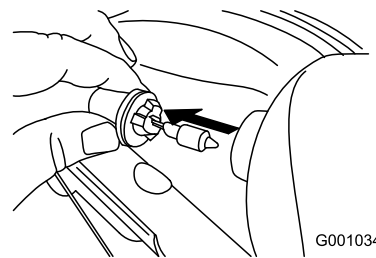

Рисунок 55
3. Выньте лампу прямо с тыльной части фары (Рисунок 55).